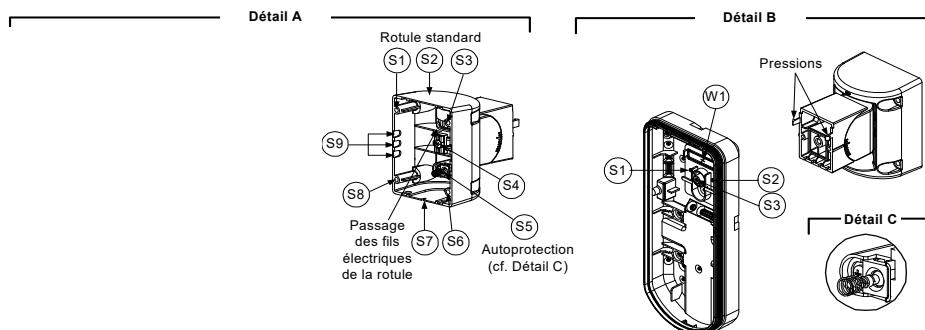

Figure 7
3. Percez les entrées pré-percées du socle externe (Figure 7, Détail B)
4. Retirez de la rotule la pastille requise pour son branchement électrique S2, S7 ou S9 (Figure 7, Détail A).
5. Retirez l'autoprotection arrière du socle interne (cf. § "Changement de position de l'Autoprotection arrière") et reliez-la au point S5 (Figure 7, Détail A) de la rotule standard.
- a. Introduisez les fils électriques externes à travers les pastilles pré-percées S2, S7 ou S9 et faites-les ressortir (y compris les fils de l'autoprotection) par le passage de la rotule prévu à cet effet (Figure 7, Détail B).
- Insérez les fils électriques de l'autoprotection ainsi que les câbles externes en partant de la rotule standard et en passant par la pastille pré-percées W1 du socle externe (Figure 7, Détail B).